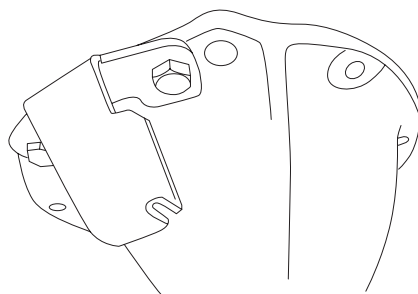

Рис. 9
16. После установки редуктора в сборе с блокировкой в балку моста, установите защитный кожух штуцера ввода воздуха в мост [3] под болт крепления крышки согласно Рис. 9.